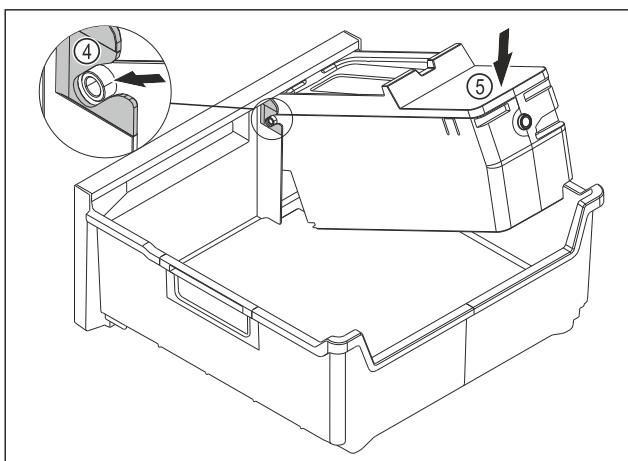

Fig. 145
- Смонтируйте корпус EasyTwist-Ice: Вставьте оси корпуса EasyTwist-Ice в направляющие Fig. 145 (4).
- Вдавите корпус EasyTwist-Ice Fig. 145 (5) вниз.